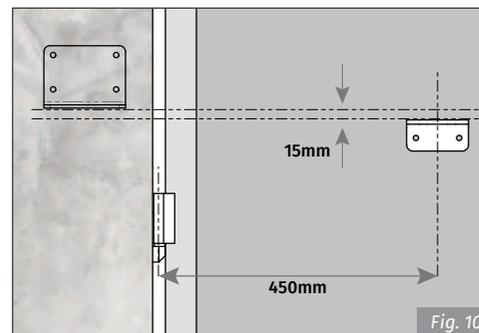

Fig. 10
- 3 • Fixe o suporte frontal à folha do portão, seguindo as dimensões da **Fig10**.